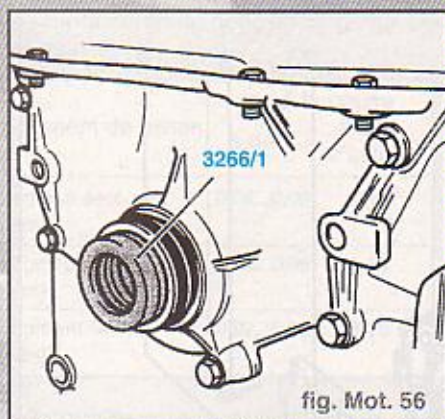

fig. Mot. 56
- Mettre en place la douille de guidage de **3266/1** sur le tourillon (fig. Mot. 56).